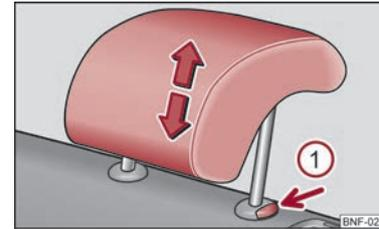

Abb. 34 Kopfstütze hinten: einstellen / ausbauen
- Fassen Sie die Kopfstütze seitlich mit beiden Händen an und schieben Sie sie je nach Wunsch nach oben ⇒ Abb. 34.
- Möchten Sie die Kopfstütze nach unten verschieben, drücken und halten Sie die Sicherungstaste ① mit einer Hand gedrückt, und mit der anderen Hand drücken Sie die Kopfstütze nach unten.